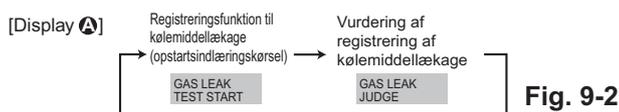

Fig. 9-2
- 2 Tryk på knappen **CLOCK** (V), og vælg [GAS LEAK TEST START] (START GASLÆKAGETEST). (Fig. 9-2)